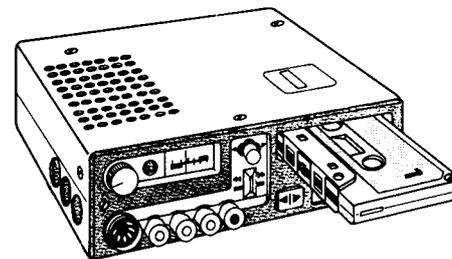

Fig. 8
Introduire la cassette de façon que la face 1 (ou A) soit tournée vers le haut et que l'ouverture pour la bande magnétique se trouve à gauche (voir fig. 8). Lorsque la cassette est parvenue aux $\frac{3}{4}$ de sa course, elle est saisie par un système de griffes et tirée jusqu'au fond de son tiroir. Abaisser ensuite le levier ① jusqu'à sa butée inférieure.